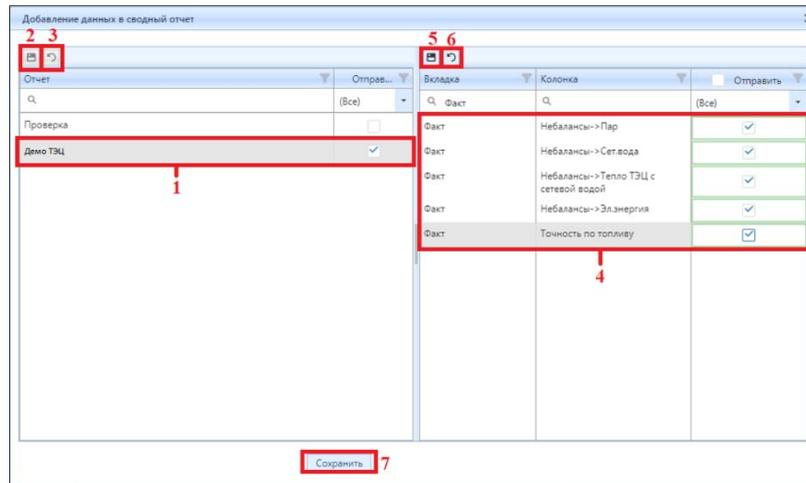

Рисунок 3.3.15 – Порядок действий Пользователя для передачи данных из отчета в сводную таблицу
4. Для передачи данных из отчета в сводную таблицу выполните следующие действия (см. рис. 3.3.15):
- 2) укажите признак в колонке «Отправить». Нажмите на кнопку (2) «Сохранить» (рис. 3.3.15) для сохранения настройки или на кнопку (3) «Отменить» (рис. 3.3.15) для отмены изменений;
- 3) в таблице (4) со вкладками и колонками сводной таблицы (рис. 3.3.15) выберите необходимые колонки, в которые передадутся данные из отчета (строка выделится серым цветом);
- 5) нажмите на кнопку (5) «Сохранить» (рис. 3.3.15) для сохранения настройки или на кнопку (6) «Отменить» (рис. 3.3.15) для отмены изменений;
- 6) нажмите на кнопку (7) «Сохранить» (рис. 3.3.15) для сохранения настроек в совокупности;